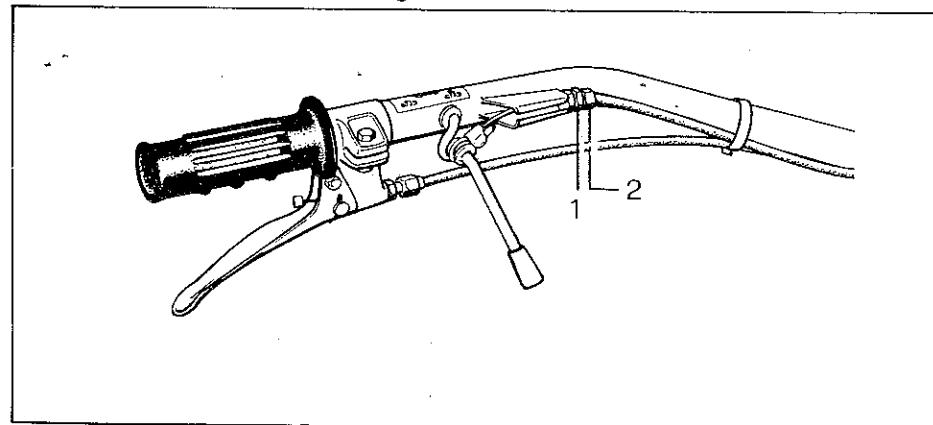

Fig. 18 - Bild 18
1. Allentare il controdado (fig. 18, particolare 1) che fissa il registro (2) alla stegola.
2. Avvitare il registro di regolazione (2) fino al valore desiderato e serrare nuovamente il controdado (1).
1. Unloose jam nut (1, fig. 18) securing set screw (2) to handlebars.
2. Screw down set screw (2) as required and tighten jam nut (1) again.
1. Desserrer le contre-écrou (fig. 18, détail 1) fixant l'écrou de réglage (2) au manchon.
2. Visser l'écrou de réglage (2) jusqu'à la mesure voulue et re-serrer le contre-écrou (1).
1. Die Gegenmutter (Bild 18, Detail 1) lösen, die den Einsteller (2) mit der Sterze verbindet.
2. Den Einsteller (2) bis zum erwünschten Wert anschrauben und die Gegenmutter (1) wieder anziehen.